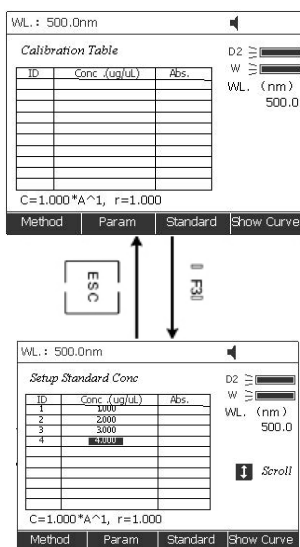

Fig. 4.4
- 4) **Configurar las muestras estándar.** Pulse F3 para configurar el estándar (Fig. 4.4), introduzca las concentraciones de las muestras estándar correspondientes según la indicación y pulse **[ENTER]** para confirmar. Los usuarios pueden utilizar las teclas \uparrow y \downarrow para escoger el valor introducido y la tecla **[CLEAR]** para borrar, introducir un nuevo valor y confirmar pulsando **[ENTER]**. Pulse **[ESC]** para cancelar después de introducir los datos.